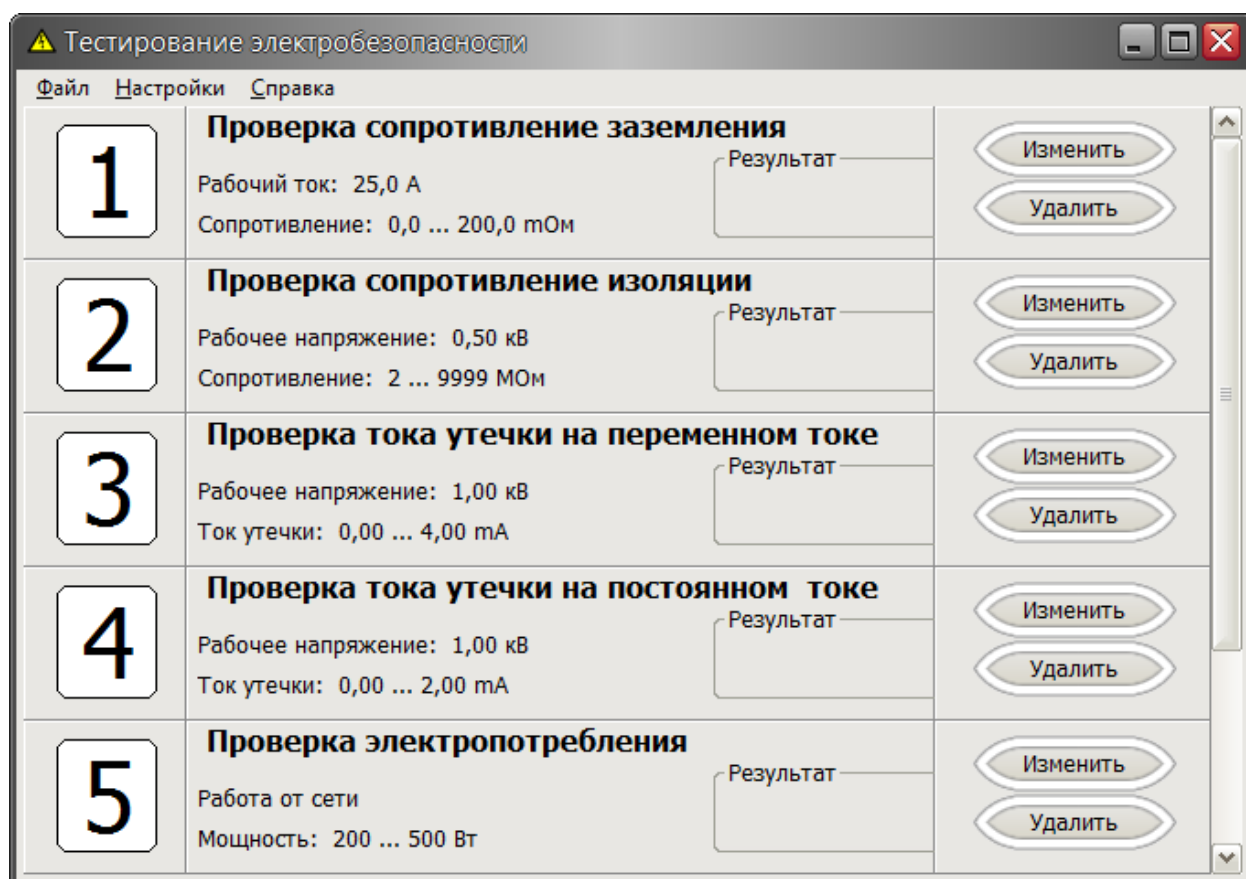

Рисунок 12 – Выбор тестов электробезопасности
11. Выбрать в меню «Файл/Стандартные тесты». В окне «Тестирование электробезопасности» составить перечень тестов, которые будут выполняться автоматически при нажатии на кнопку «Пуск» на щупе (рисунок 12). Тесты располагаются в определенной последовательности (указан номер слева), в которой они будут выполняться.